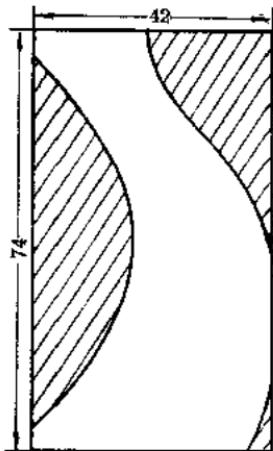
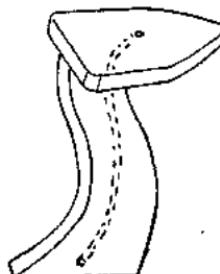

图 3
图 6
2. 风扇支架: 在 $74 \times 42 \times 12$ [毫米]³和 60×35 [毫米]²木板上,分别画出图3、4支架和顶板的样子,然后把不需要的部分锯去,余下部分用砂皮打磨光滑,风扇支架的支柱端面要略为削尖成图5所示,然后跟支架顶板用胶水(或小钉子)固定,同时从顶板中部开始钻通一条缝(从两头烫),直通支柱底部,以备小电动机电线直接通往底座开关(图6)。